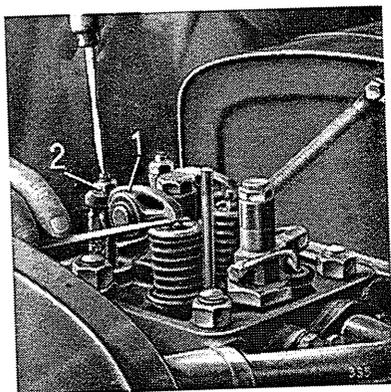

Bild Nr. 59
3. Ventilspiel auf 0,4 mm einstellen (siehe Bild Nr. 59).